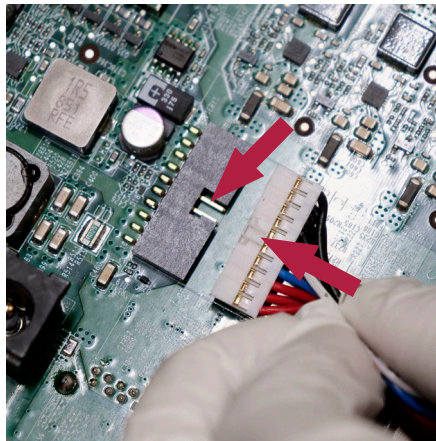

Abbildung 27 Wiederanschießen des Batteriesteckers
a) Erneutes Anschließen der Batterie an den Batteriestecker (siehe Abbildung 12 und Abbildung 27)